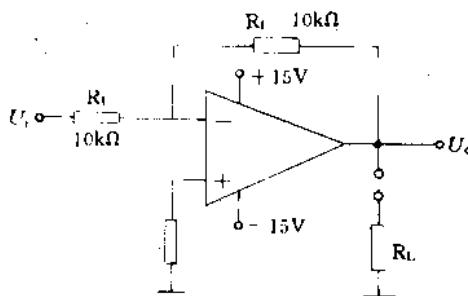

图 2-1
实验电路如图 2-1 所示。
- 在测量图 2-1 电路的输入电阻 R_{if} 时, 可在 R_i 前串接一个电阻 R_s , 试问 R_s 的阻值应如何选取?